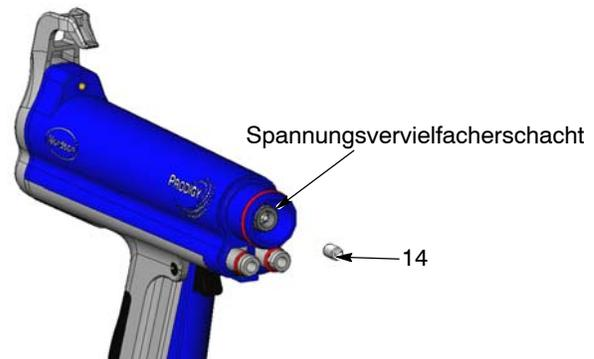

Abb. 26 Kontaktdistanzstück abnehmen
7. Siehe Abbildung 26. Das Kontaktdistanzstück (14) aus dem Spannungsvervielfacherschacht herausnehmen. Das nicht leitende Fett vom Kontaktdistanzstück abwischen.
3. Siehe Abbildung 26. Das Kontaktdistanzstück in den Spannungsvervielfacherschacht schieben. Den Spannungsvervielfacherschacht mit nicht leitendem Fett füllen.